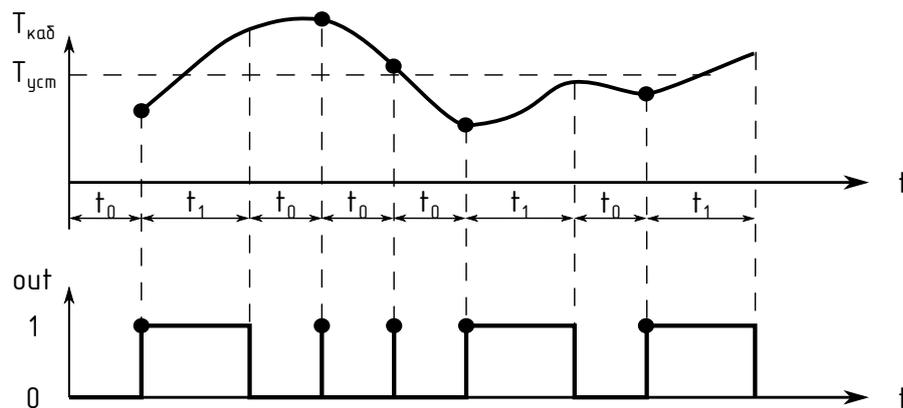

Рисунок 1.5 – Режим работы «По току саморегулирующегося кабеля»
- «По току нагрузки» («By Load Current»). Периодическое включение линии в зависимости от тока через саморегулирующийся греющий кабель (см. рис. 1.5). В выключенном состоянии линии с определенным интервалом (T_0) производится измерение мгновенного тока путем подачи кратковременных импульсов напряжения в нагрузку. Из полученного значения косвенно вычисляется температура кабеля путем интерполяции значений тока и температуры, полученных при настройке данного режима. Это значение температуры сравнивается с уставкой температуры и принимается решение о необходимости включения линии на заданное время (T_1).